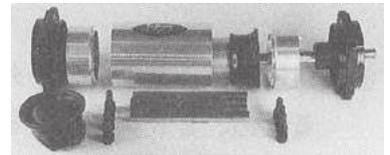

Fig.31
- ② ボンネットF, R、センターシリンダ、スペーサ、BFダイヤフラムR及びピストン・ロッド／BFダイヤフラムF Ass'y等をばらばらにする。(Fig.31)